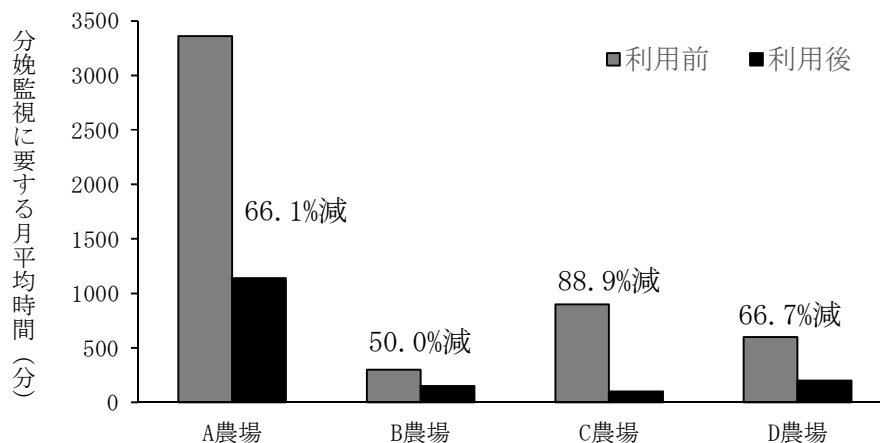

図1 汎用ICT監視カメラ利用前後の労力軽減
- 1 汎用 ICT 監視カメラの仕様として、①夜間でも赤外線ライトにより可視化可能、②視野角が大きく動作可能、③スマートフォンで画像共有及びカメラの遠隔操作が可能である製品の活用により、牛舎内での分娩経過を確認できる（表1、表2）。
- 3 汎用 ICT 監視カメラの利用により、分娩事故が低減でき、分娩監視に要する時間が50%以上軽減できる（表2、図1）。